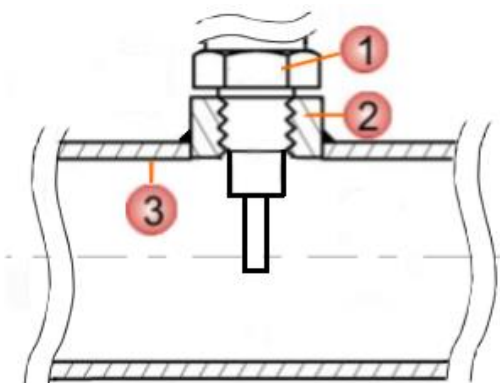

Рисунок 2.2 – Монтаж индикатора потока на трубопровод
1) Вырезать отверстие для бобышки (2) в трубопроводе (3) (**Рисунок 2.2, таблица 2.3**).